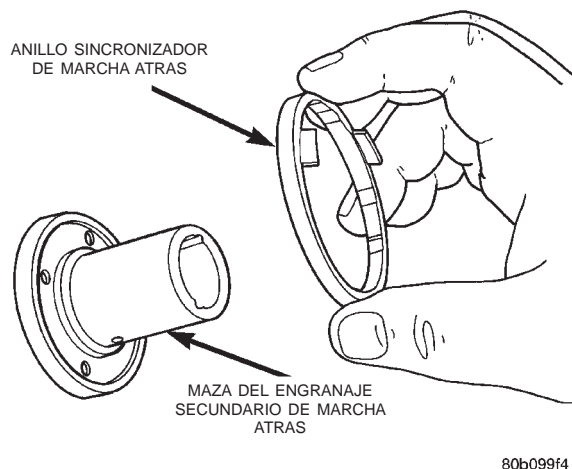

Fig. 118 Desmontaje del anillo sincronizador del engranaje secundario de marcha atrás
(4) Retire el anillo sincronizador del engranaje secundario de marcha atrás de la maza/pista de rodamiento del engranaje secundario de marcha atrás (Fig. 118).